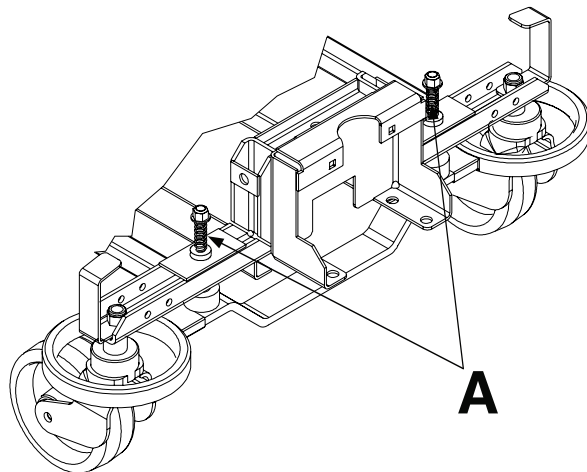

Figure 3 – Tige de la barre de frein
1. Appliquer de la graisse OG2 (M0027) sur la surface de la tige de la barre de frein (A) (Figure 3).